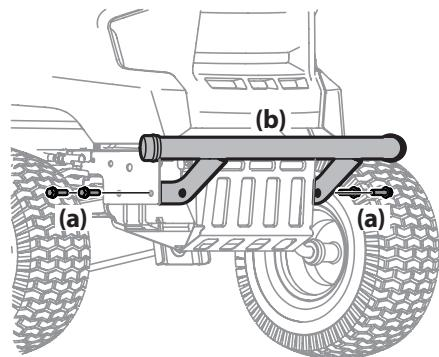

Figura 10
- Coloque los soportes del paragolpes hacia el **interior** del bastidor del tractor y fíjelos en su lugar con los cuatro tornillos hexagonales (a). Ajuste hasta 332-405 pulgadas-libras (37.5-45.75 N·m). Consulte la Figura 10.